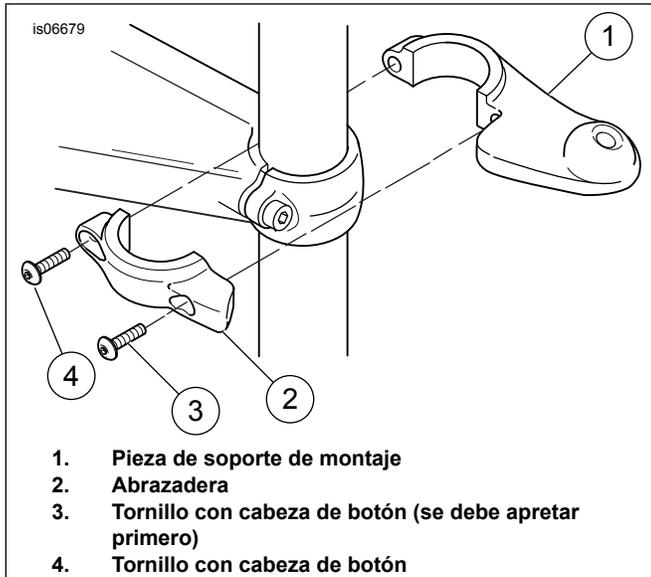
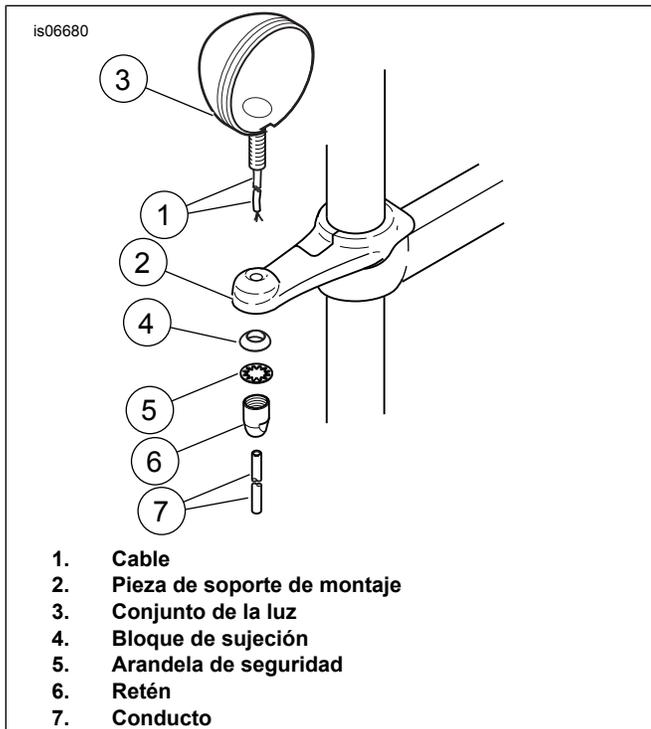

Figura 1. Instalación de la pieza de soporte de montaje en el tubo de la horquilla (se muestra el lado derecho)
Figura 2. Instalación de luces (se muestra el lado derecho)
- Vea Figura 1. Las piezas de soporte de montaje (1) y las abrazaderas (2) son específicas para cada lado. Seleccione la pieza de soporte y la abrazadera del lado derecho o izquierdo, e instale en el tubo de la horquilla con dos tornillos con cabeza de botón (3 y 4) del kit.
- Empezando primero con el tornillo exterior (3), apriete a 8–9 N·m (70–80 in-lbs). Repita en el tornillo (4).
- Vea Figura 2. Pase el cable de la luz (1) a través del agujero en la pieza de soporte de montaje (2) y asegure la luz (3) a la pieza de soporte usando un bloque de sujeción (4), la arandela de seguridad (5) y el retén (6) del kit. Apriete el retén a 22-24 N·m (16-18 lb-pie).
9. Vea Figura 2. Deslice el conducto (7) del kit sobre el cable de la luz.